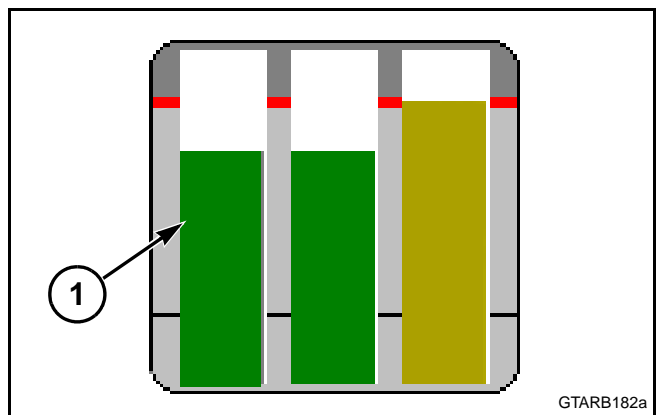

FIG. 16
FIG. 16: El indicador de forma del fardo permite controlar la forma del fardo mediante dos sensores y la consola. El indicador de forma del fardo (1) en la pantalla de la consola indica la dirección en que se debe conducir para que el diámetro del fardo sea igual en ambos extremos.